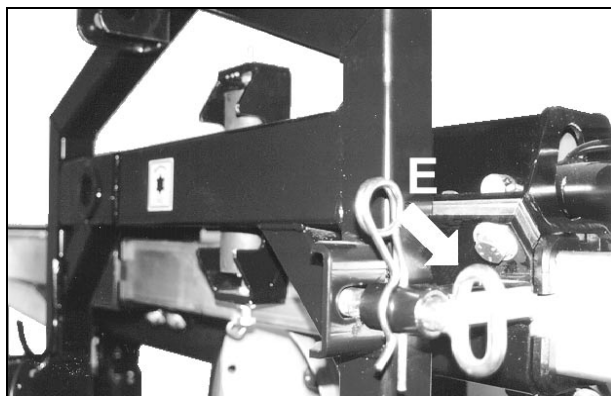

fig.7
- Togliere il chiavistello **E** (fig.7) per consentire l'oscillazione trasversale della barra durante le fasi di lavoro.
- Remove the lock bolt **E** (fig.7) in order to allow for the traverse oscillation of the mower toolbar during work operations.
- Il faut enlever le verrou **E** (fig.7) pour permettre l'oscillation transversale de la barre pendant les phases de travail.
- Quitar el pestillo **E** (fig.7) para consentir la oscilación transversal de la barra durante las diferentes fases de trabajo.
- Die Klinke **E** (Abb.7) entfernen, um eine Querschwingung des Balkens während der Arbeitsphasen zu ermöglichen.
Rimettere in posizione il chiavistello **E** (fig.7) tolto durante le operazioni di falciatura.
Replace the lock bolt **E** (fig.7) which was removed for mowing work operations.
Il faut remettre en position le verrou **E** (fig.7) enlevé pendant les opérations de fauchage.
Hay que volver a colocar en su sitio el pestillo **E** (fig.7) que se quitó durante las operaciones de siega.
Ist die Klinken **E** (Abb.7), die für die Mäharbeiten entfernt wurde, wieder anzubringen.